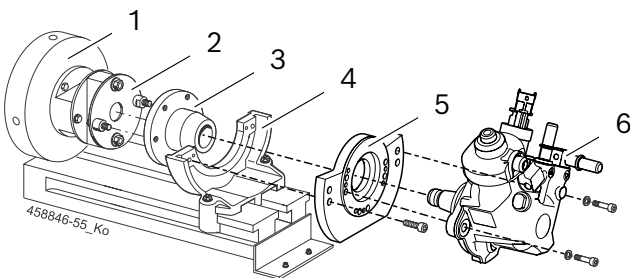

Fig. 1: CP4 oppspenning
1. Fest drivkobling 1 686 401 024 (fig. 1, pos. 2) på svingskiven (fig. 1, pos. 1) til EPS 708. Tiltrekkingsmomentet for festeskruene er 95 ± 2 Nm.
2. Monter oppspenningsflensen (fig. 1, pos. 5) på CP4 (fig. 1, pos. 6).
3. Sett CP4 med oppspenningsflensen i oppspenningsvinkelen (fig. 1, pos. 4) og fastgjør.
4. Monter drivflensen (fig. 1, pos. 3) på drivakselen til CP4. Tiltrekkingsmoment for spennmutteren: $80 + 10$ Nm.